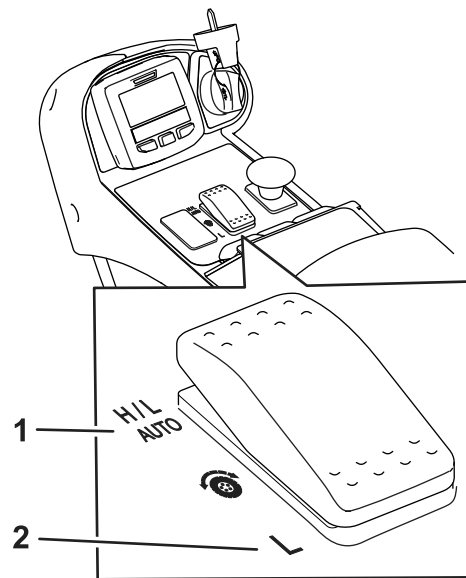
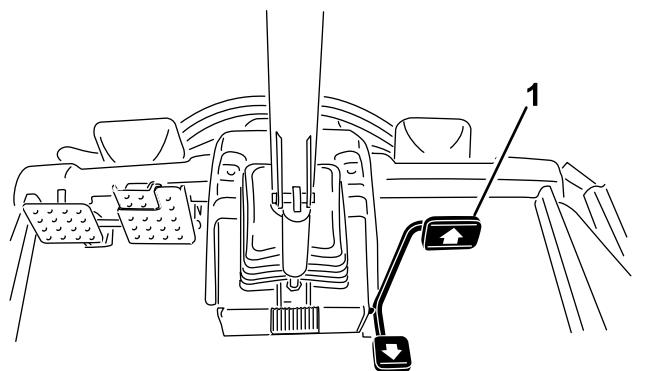

図 27
図 28
- このマシンは、通常の運転条件下では、速度レンジ設定を H/L AUTO にして使用することを前提にしております (図 27)。この設定で使用すると、移動走行しているか刈り込みをしているかをマシンが自動的に判別して高速レンジと低速レンジを自動的に使い分けます。
- Low 位置速度レンジスイッチ (図 27) の低速レンジ設定では、マシンは常に低速レンジで動作します。整備場内での移動、トレーラへの積み下ろし、急斜面の登り降りなど、大きな力が必要な場面でお使いいただくと便利です。
このマシンには、低速走行レンジと高速走行レンジという2つの速度レンジがあります。切り替えスイッチにより、以下のモードを選択することができます (図 27)
走行ペダルを一杯に踏み込んだ時の最大速度を設定することができます (図 28)。ローレンジ用とハイレンジ用に別々の最大速度を設定できます (図 27)。